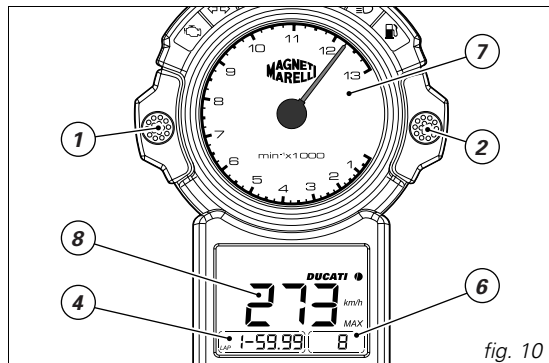
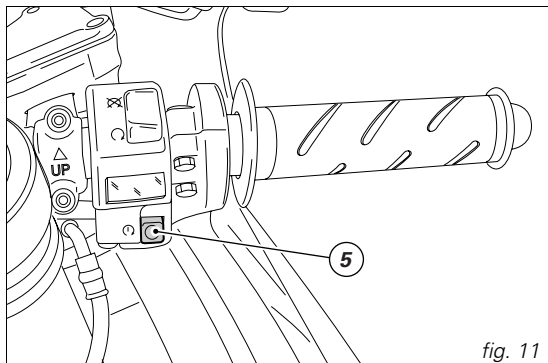

fig. 10
fig. 11
Selezionare la visualizzazione LAP nel display (4, fig. 10). Durante la marcia del veicolo premere il pulsante (5, fig. 11) di avviamento motore per avviare il cronometro di bordo. Alla successiva pressione del pulsante (5) il cronometro si arresterà e contemporaneamente avvierà il cronometro di bordo per rilevare il 2° tempo.
Al termine dei rilevamenti cronometrici dei tempi sui giri è possibile visualizzare 19 misurazioni memorizzate nell'LCD. Dopo aver spento il veicolo, premere il pulsante (2, fig. 10) e portare l'interruttore a chiave da OFF a ON per entrare nella Funzione.
- indicatore del numero di giri massimo del motore (7, fig. 10) nel rilevamento cronometrico selezionato;
- rilevamento cronometrato memorizzato del tempo sul giro (4, fig. 10);
- dato memorizzato della velocità massima (8, fig. 10) nel rilevamento cronometrico selezionato.
Per resettare le rilevazioni cronometriche premere il pulsante (2, fig. 10) per più di 5 secondi.
1) se il codice viene riconosciuto, la spia CODE (12, fig. 5), posta sul quadro strumenti, emette un breve lampeggio; il sistema di protezione ha riconosciuto il codice della chiave e disattiva il blocco motore. Premendo il pulsante START (5, fig. 11), il motore si avvia;